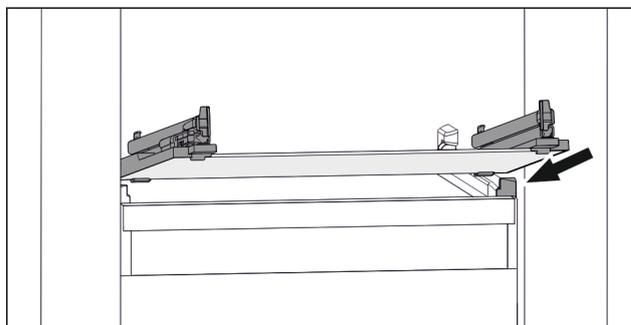

Fig. 112 Simbolična slika steklene plošče
- ▶ Stekleno ploščo postavite v poševnem položaju za zaustavljalniki. (glejte Fig. 112)